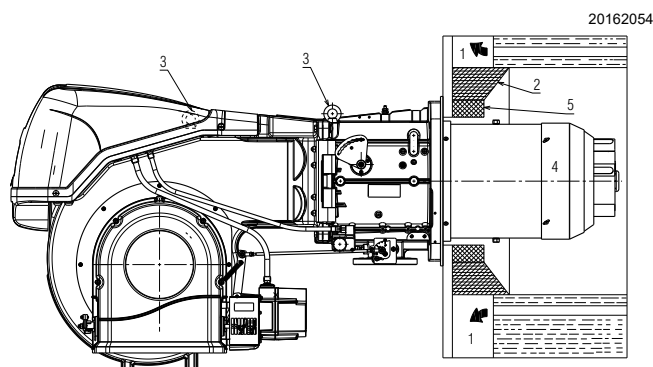

Abb. 13
Für Heizkessel mit vorderem Abgasumlauf 1) (Abb. 13) oder mit Flammenumkehrkammer muss eine Schutzschicht aus feuerfestem Material 5), zwischen feuerfestem Material des Kessels 2) und Flammrohr 4) ausgeführt werden.
Für Heizkessel mit wassergekühlter Frontseite ist die Verkleidung mit feuerfestem Material 2)-5) (Abb. 13) nicht notwendig, sofern nicht ausdrücklich vom Kesselhersteller gefordert.
Durch Einhaken an den Ringen 3)(Abb. 13) ein entsprechendes Hebesystem vorbereiten.
- Den beige packten Hitzeschutz am Brennerrohr 4)(Abb. 13) einpassen.
- Den Zuganker 1)(Abb. 13) des Hebels zum Bewegen der Gasdrossel aushaken, indem die Mutter entfernt wird.